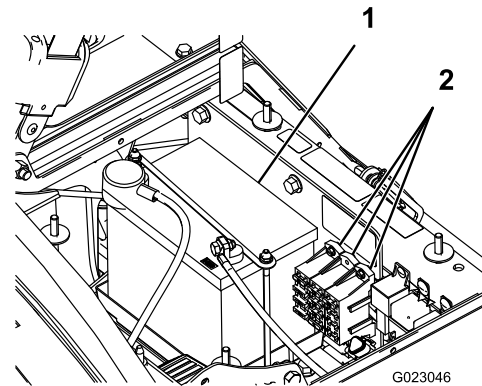

Figura 48
Hay 2 bloques de fusibles y 1 zócalo vacío en el sistema eléctrico. Se encuentran debajo del asiento (Figura 48).
2. La batería está situada en el lado derecho de la máquina, detrás de la bomba (Figura 48).
5. Retire el dispositivo de sujeción de la batería y los herrajes (Figura 48).
2. Instale el dispositivo de sujeción de la batería, fijándolo con los herrajes que retiró anteriormente (Figura 48).
4. Instale la tapa de la batería y fijela con los 2 pomos (Figura 48).
1. Afloje los pomos de los lados de la caja de la batería y retire la tapa de la batería (Figura 48).